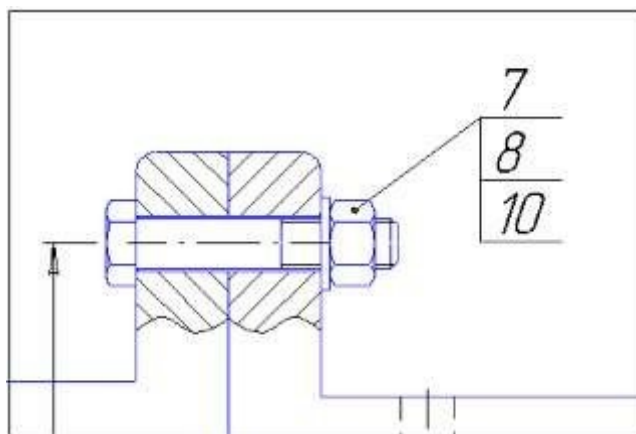

Рисунок 11.15 – Увеличение Блока
15. Увеличьте часть Блока направляющего так, как показано на рисунок 11.15. Изображение болта, гайки и шайбы вставлены в чертеж из машиностроительной библиотеки. Для выполнения переноса их атрибутов в чертеж войдите в режим редактирования, выполнив двойной щелчок мышью на любом из этих элементов.